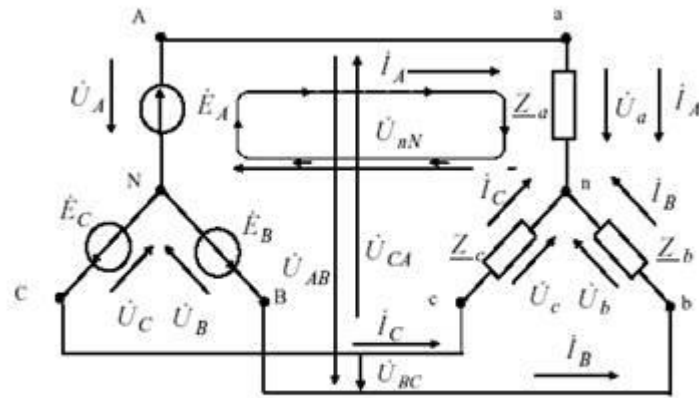

Рис. 8.2.
- 2- звезда без нейтрального (нулевого) провода (рисунок 8.2).